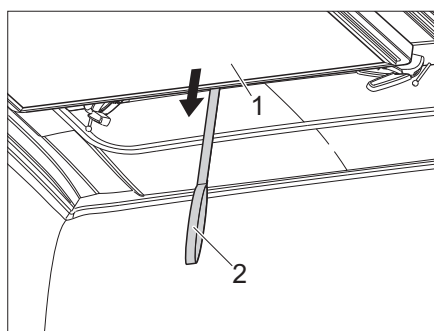

Figure 20 Tirer la couchette vers le bas (Campstar)
- Tirer la couchette (Figure 20,1) vers le bas par la sangle (Figure 20,2).
- ▷ Avant de fermer le toit relevable, abaisser la couchette (Figure 20,1). **Ne pas** abaisser simultanément la couchette et le toit relevable.